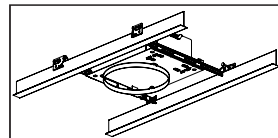

Figure 14
**Étape 3.** Placez le cadre en position et enclenchez la barre de suspension avec l'encoche en T intégrée sur les barres en T (Fig. 14). Fixez-le en place. Des trous supplémentaires sont prévus pour la fixation avec un câble ou des vis au besoin.